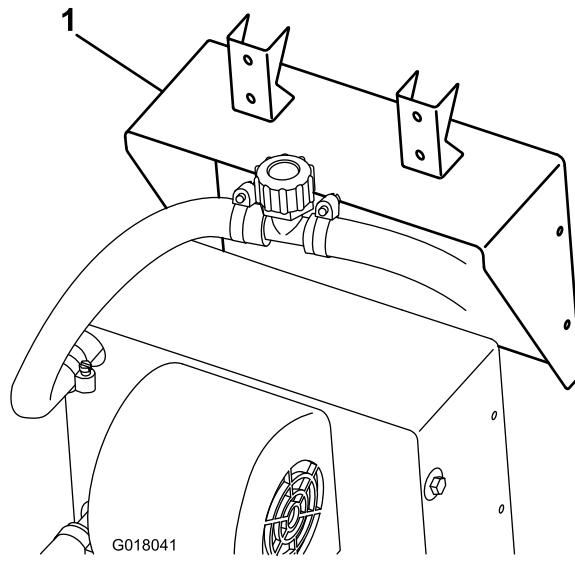

Bild 21
2. Befestigen Sie die Heizungshalterung mit den Schrauben, die mit der Heizung geliefert wurden, an der Heizung (Bild 21).